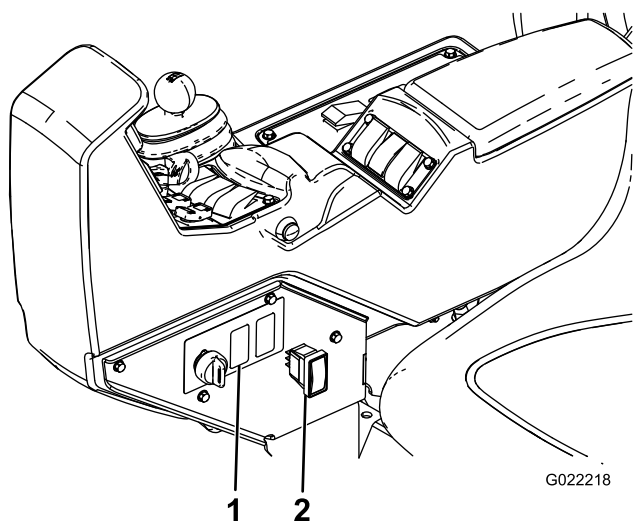

Figure 18
1. Localisez le cache qui occupe l'emplacement de l'interrupteur du réservoir de rinçage sur le tableau de bord (Figure 18).
2. Enlevez le cache du tableau de bord (Figure 18).
5. Posez l'interrupteur sur le boîtier de connexion dans le tableau de bord (Figure 18).